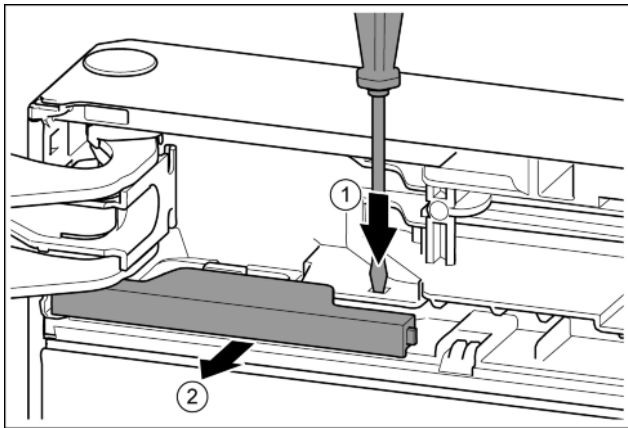

Fig. 9
- ▶ Pousser la languette avec un tournevis plat. Fig. 9 (1)
- ▶ Sortir le cache de l'encliquetage. Fig. 9 (2)